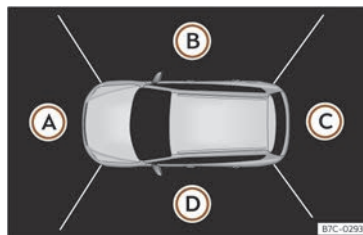

Fig. 141 Visualización del sistema de visión periférica: perspectiva aérea.
Se puede escoger entre cuatro vistas diferentes >>> **fig. 141:**
>>> **fig. 141.** La perspectiva aérea se puede seleccionar pulsando sobre el vehículo dentro de la zona.
Pulsando sobre las distintas áreas >>> **fig. 141** (A) a (D) de la perspectiva aérea o de la perspectiva aérea reducida, se puede seleccionar y fijar la vista correspondiente, quedará destacada en color naranja.
En la pantalla del sistema de infotainment se muestra la perspectiva aérea >>> fig. 141. Si se pulsa la tecla circulando a más de 15 km/h (9 mph), no se mostrará la imagen.